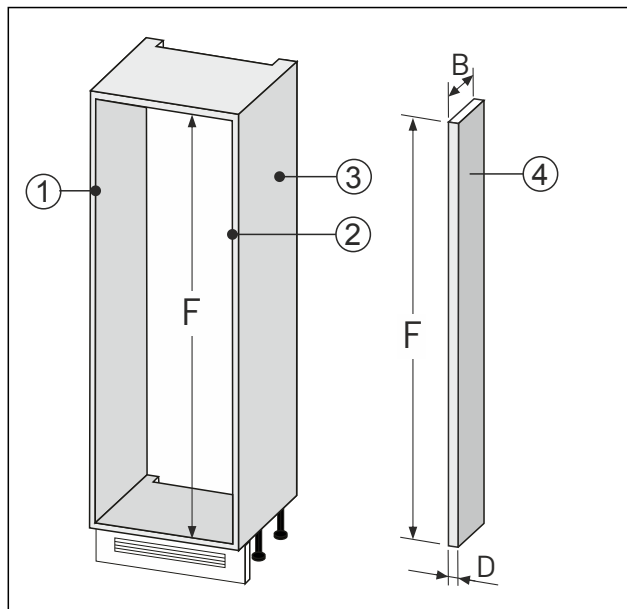

Fig. 89
- Изработете изравнителя за стена Fig. 89 (4) съгласно горепосочените размери.